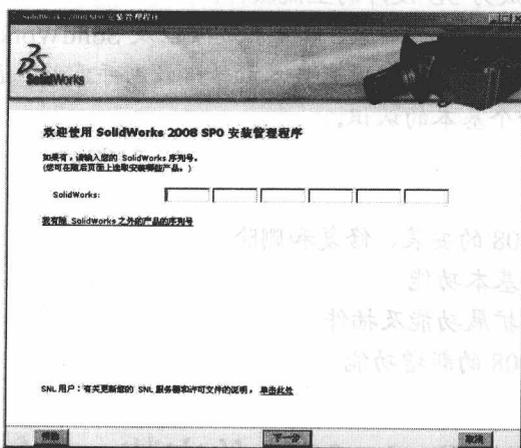
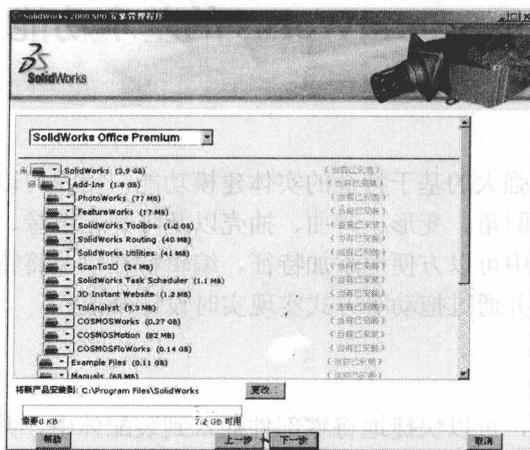
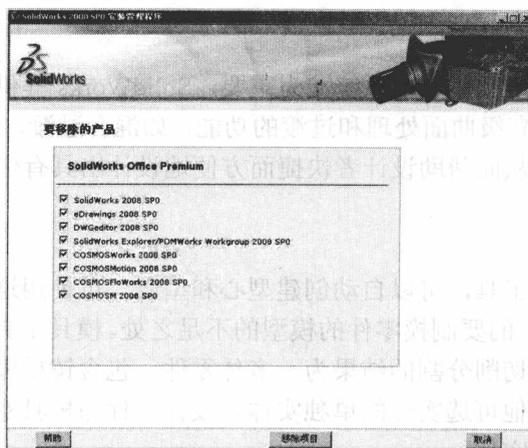

图 1-1 SolidWorks 2008 安装界面
图 1-3 SolidWorks 2008 安装界面
图 1-4 SolidWorks 2008 删除程序界面
(1) 单击安装光盘或下载安装文件 sldIM 文件夹中的 sldIM.exe 文件, 打开如图 1-1 所示的初始安装界面, 输入 24 位序列号, 然后单击【下一步】按钮。
(3) 单击【下一步】按钮，在安装界面上展开 SolidWorks，再展开 Add-Ins，在列表框中可以选择需要安装的插件，如图 1-3 所示。
(4) 按照安装界面上的提示即可完成 SolidWorks 2008 的安装。
(1) 在 Windows 中，打开【控制面板】，双击【添加/删除程序】。
(2) 在打开的【添加或删除程序】对话框中的【当前安装的程序】列表框中选择“SolidWorks 2008”。
(3) 根据需要单击【更改】或【删除】按钮，单击【更改】按钮会打开如图 1-1 所示的安装界面，跟安装程序相似，在如图 1-3 所示的界面中选择要添加或删除的程序根据提示即可完成修改安装。单击【删除】按钮会打开如图 1-4 所示的删除程序界面。